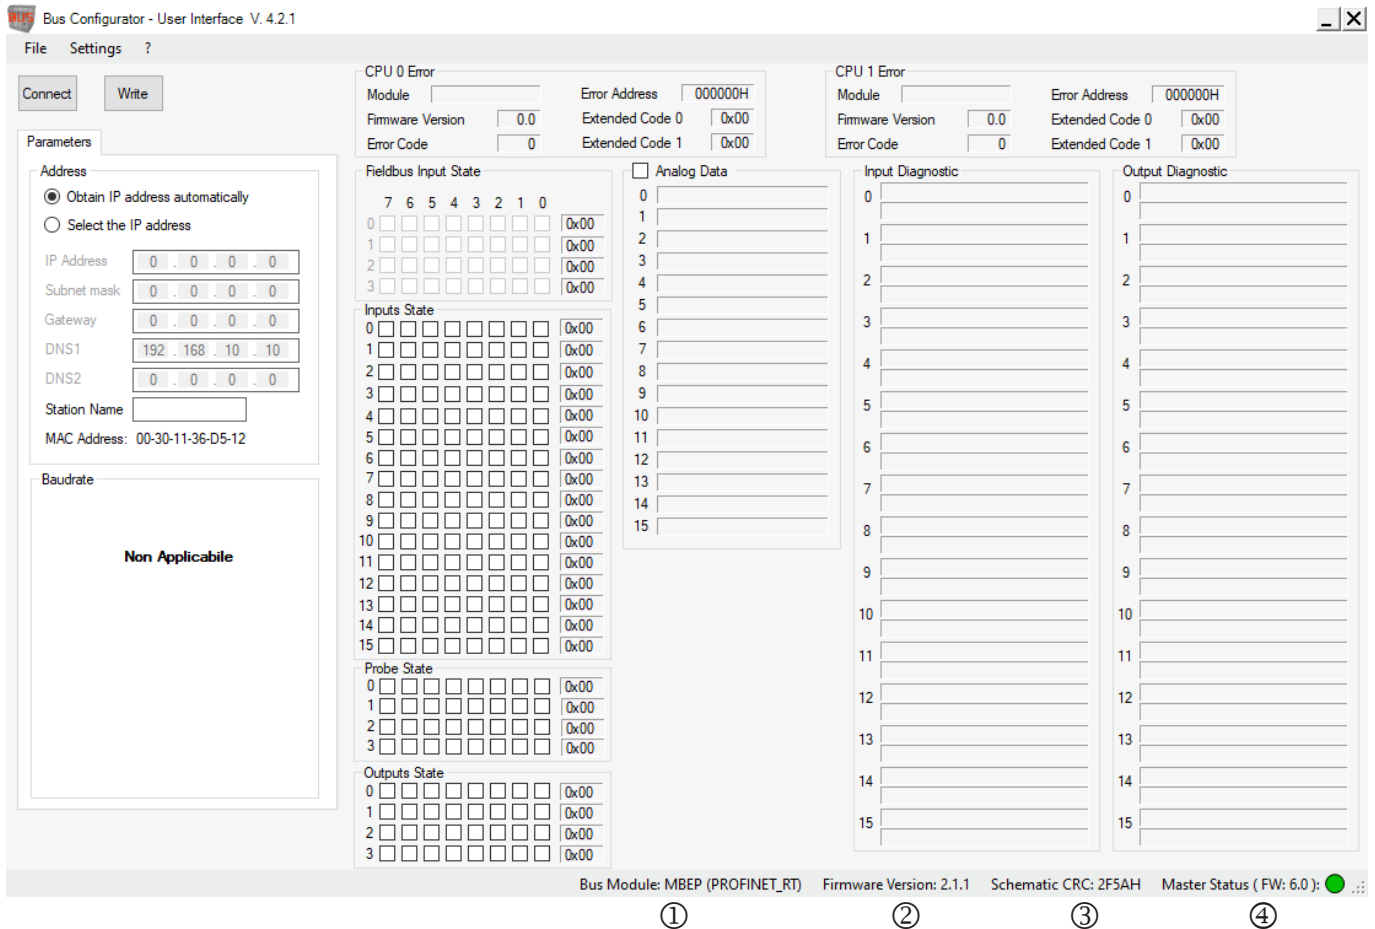

Fig. 13 : Bus Configurator – User Interface, Bus Configurator Info
Le programme détecte qu'un module de bus de terrain est raccordé (Fig. 13). La barre d'état indique le modèle de bus de terrain ①, la version du micrologiciel du module de bus de terrain ②, la CRC schématique ③ et l'état ainsi que la version du micrologiciel (firmware) du module de base ④ :
Après établissement de la connexion avec le module de bus de terrain et détection de celui-ci, les paramètres peuvent être configurés (voir Fig. 13). Le bouton **Write** permet de transférer les données de configuration au module.